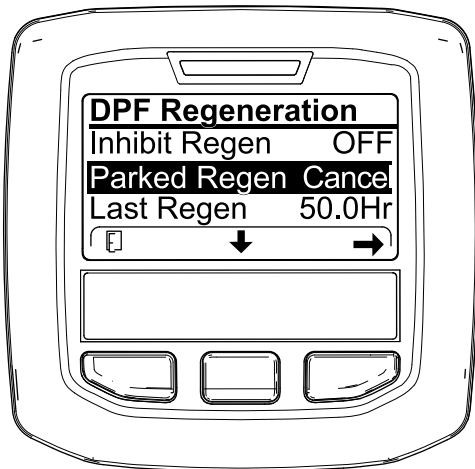
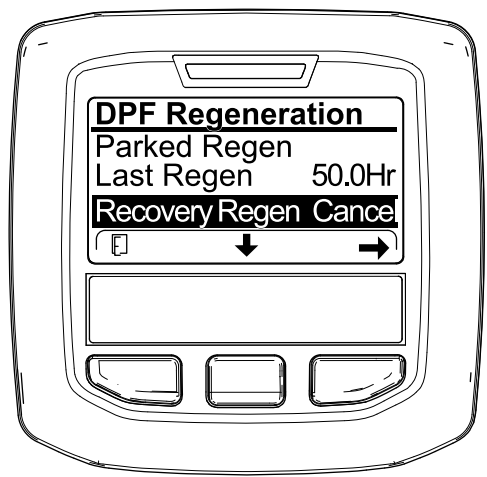

Figura 67
Figura 68
1. Accesai meniul DPF Regeneration (Regenerare DPF) (Figura 67).
2. Apăsai butonul central pentru a derula în jos către opiunea PARKED REGEN CANCEL (Anulare regenerare în stare de parcare) (Figura 67) sau opiunea RECOVERY REGEN CANCEL (Anulare regenerare de recuperare) (Figura 68).
3. Apăsai butonul din dreapta pentru a selecta accesarea Regen Cancel (Anulare regenerare) (Figura 67 sau Figura 68).